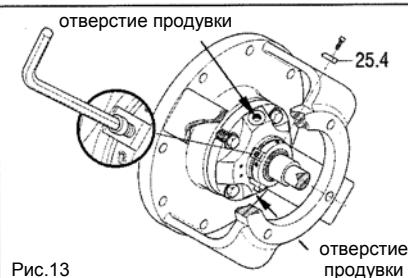

Рис.13
- Заблокируйте рабочее колесо (03) и отверните самоконтрящуюся гайку рабочего колеса (33).
- Снимите рабочее колесо (03)
- Закрепите установочные пластины, блокирующие сальники (25.4) и их гнёзда (рис. 13)
- Снимите установочные пластины (25.4), которые держат сальник (рис. 13) и закрепите их через соответствующие отверстия во фланце, так чтобы их снова можно было использовать для снятия сальника.